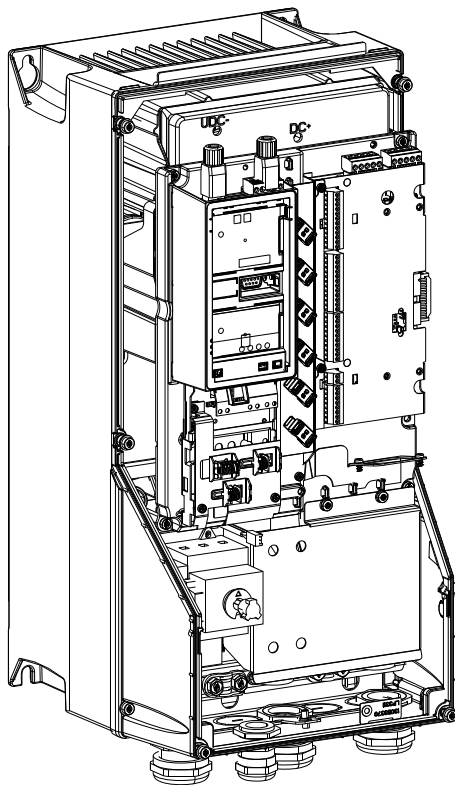

Abbildung 1.1 Frequenzumrichter mit entferntem LCP
1. Entfernen Sie die Frontabdeckung vom Frequenzumrichter und nehmen Sie das LCP heraus, siehe *Abbildung 1.1*.